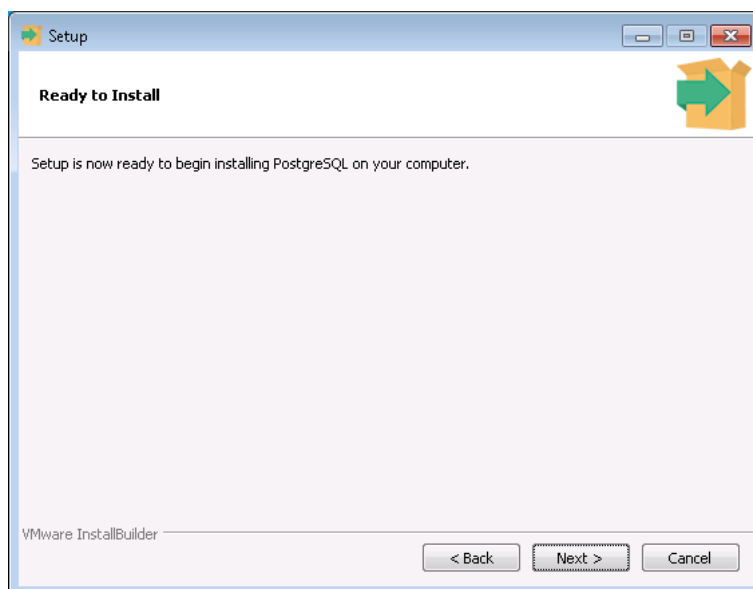

Рисунок 6.9 — Окно приглашения к установке СУБД PostgreSQL
- В открывшемся окне нажмите кнопку *Next*, чтобы инициировать установку СУБД *PostgreSQL* (см. рисунок 6.9).